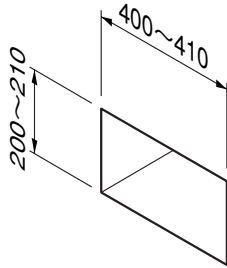
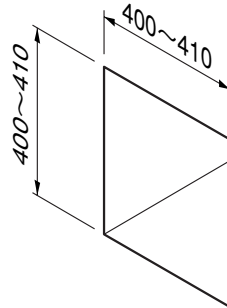
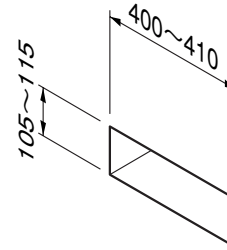

図4-1 1B05 S型・N型
図4-2 2B05 S型・N型
図4-3 1B15 S型・2B15 S型
①ポストの取付け部に図4-1、図4-2、図4-3の寸法を確保してください。